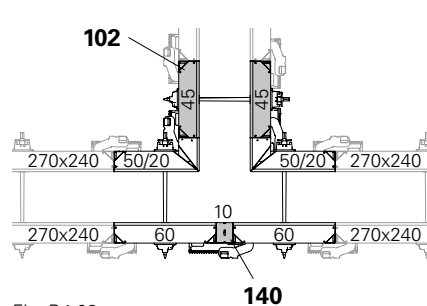

Fig. B4.08
La largeur de panneau maximale sur l'amorce de voile entre le panneau d'angle et le panneau suivant est de 45 cm – MX 270 x 45 (102). (Fig. B4.08)